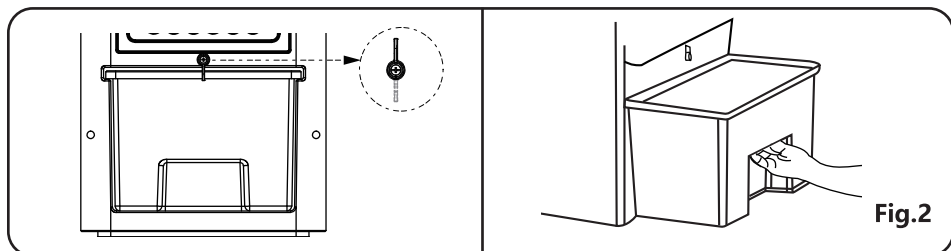

Fig.2
a. Antes de utilizar el modo climatización, gire la perilla pequeña, retire el depósito de agua y asegúrese de que la válvula del depósito de agua esté bien ajustada.(Fig. 2/Fig. 3/Fig. 4)